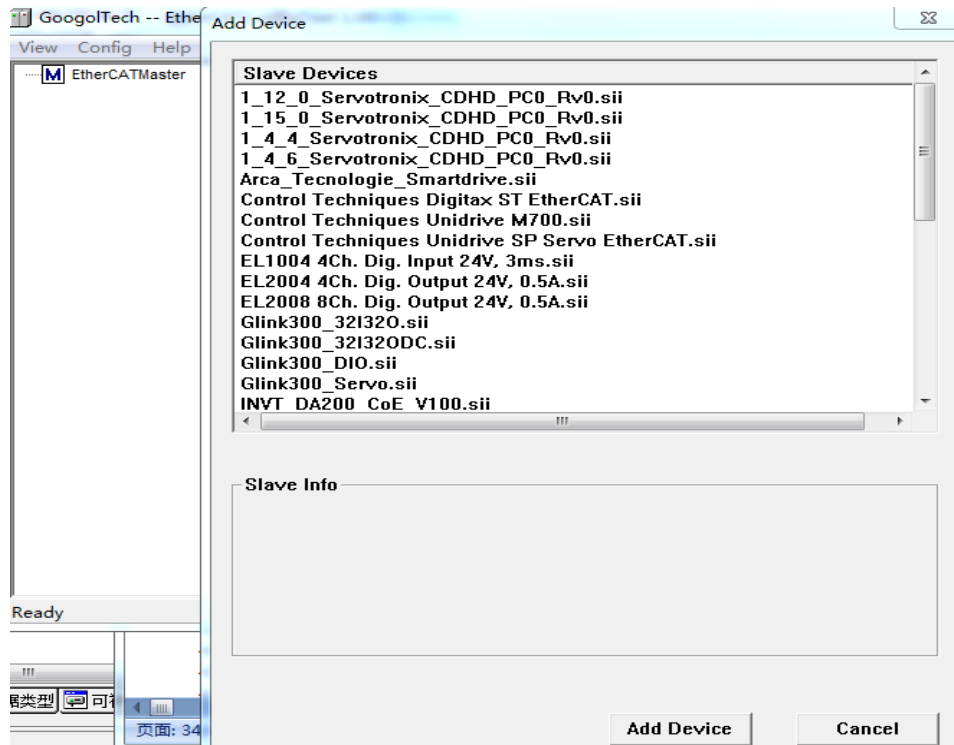

图 26 EtherCAT 组态配置工具
- 1) 可以使用“EtherCATConfig.exe 配置工具”进行主从站配置,打开配置工具->右键点击 EtherCATMaster->Add Device->选择从站使用的设备描述文件(如果从站中有伺服驱动器和 I/O 模块,则要先配置驱动器然后再配置 I/O),然后点击 Add Device 依次添加所有从站,如图 26: